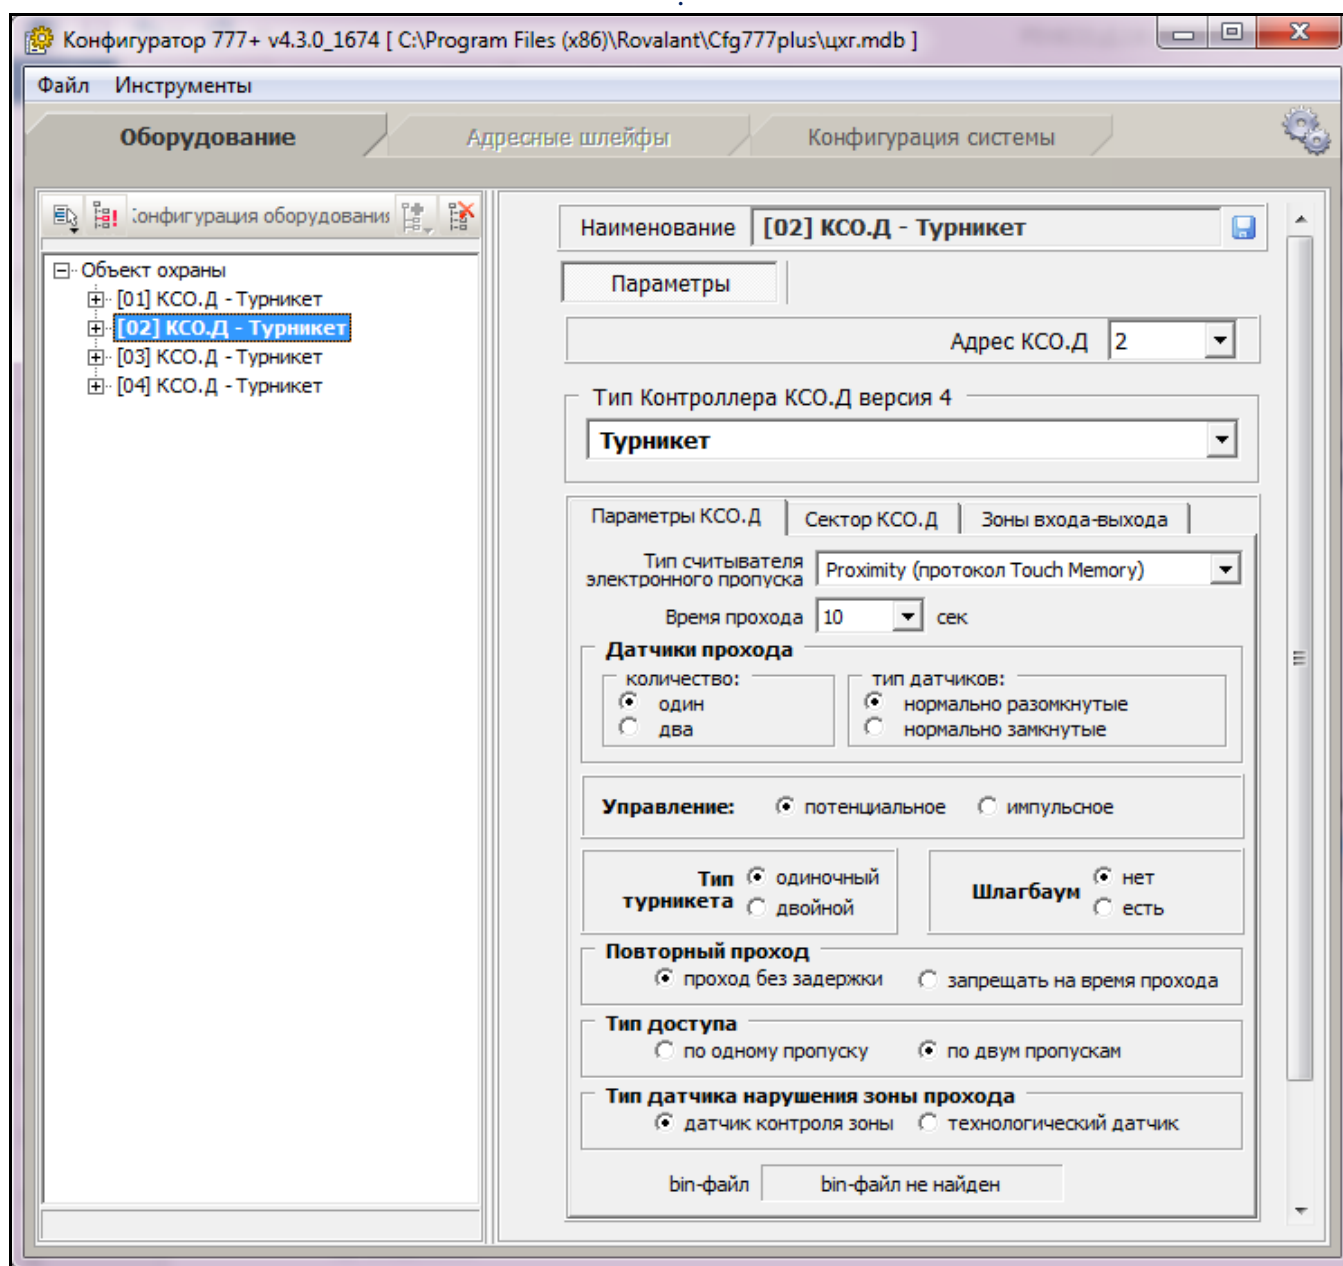

Рис.21
3). Выделить конфигурируемый КСО.Д (исп.485) и установить его параметры функционирования (рисунок 21):